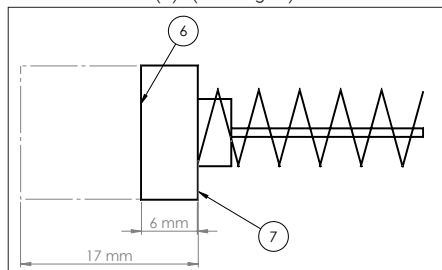

Fig. 5
carbon excesiv de purtată ar putea duce la probleme cu motorul, înlocuiți peria de carbon. Limitator de uzură (6) Nu de perie de carbon (7). (Vezi fig. 5)